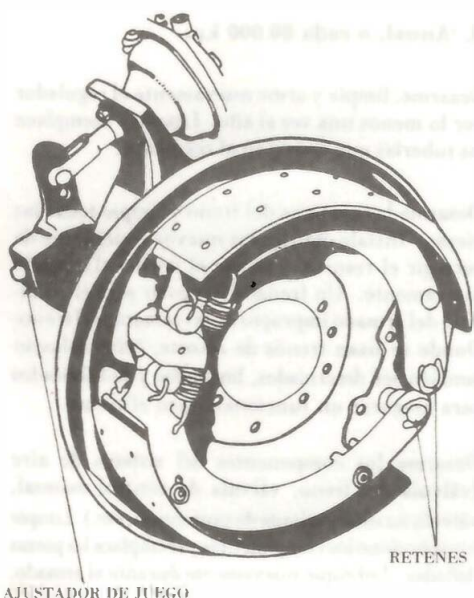

Fig. 18- Ajustador de juego instalado
- b. También sirven como un método rápido y fácil para ajustar los frenos (fig. 18). El recorrido de la cámara de aire para un frenado normal deberá mantenerse a su mínimo para el debido ajuste de juego.